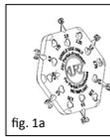
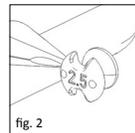

fig. 1a
fig. 2
■ **fig. 1a, 1b/2** Sizer disk (fig. 1a, 1b) for partielle proteser er utstyrt med seks satellittformet plasserte enkeltsizere av ulike lengder (2,0-4,5 mm). På baksiden av hver sizer er den aktuelle lengden angitt (fig. 2). Utsparingene og boringene har til funksjon å gi vektreduksjon, samt å gi bedre oversikt under måleprosedyren i mellomøret.